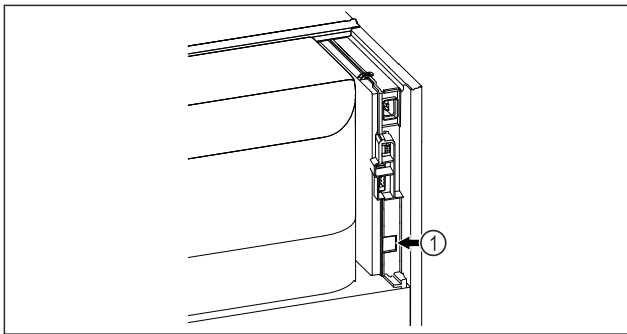

Fig. 92
- SmartModule Fig. 92 (1) este instalat.